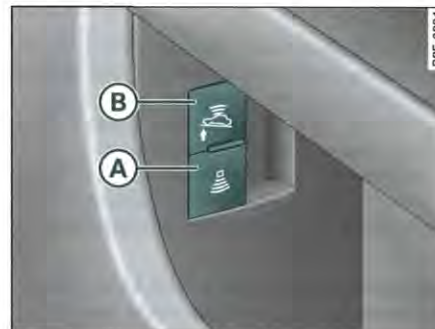

Fig. 56 Commande du dispositif de surveillance de l'habitacle
- Tirez sur la touche (A) portant le symbole  et située à côté du vide-poches dans la porte du conducteur ⇒ fig. 56.
⇒ page 63, fig. 56.